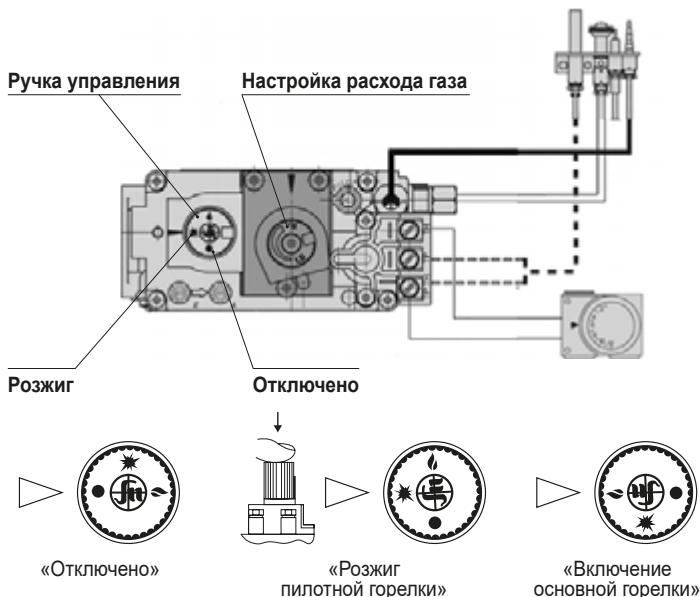

Рисунок 10
- Установить ручку газового блока в положение «Отключено» (см. рис. 10)
ВНИМАНИЕ! ДЛЯ ПОВТОРНОГО РОЗЖИГА КОТЛА НЕОБХОДИМО УСТАНОВИТЬ РУЧКУ В ПОЛОЖЕНИЕ «ОТКЛЮЧЕНО» (см. рис. 10), А ТОЛЬКО ЗАТЕМ ПОВЕРНУТЬ РУЧКУ ГАЗОВОГО БЛОКА В ПОЛОЖЕНИЕ «РОЗЖИГ».
Регулировка осуществляется вращением винта настройки расхода газа (рис. 10). Допускаемый диапазон выходного давления составляет 700...950 Па для природного газа.